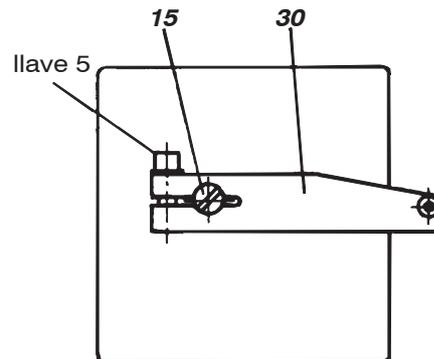

Fig. 16: Sujeción del balancín en el posicionador
- e) Fijar el balancín 30 para accionamiento orientable sobre el árbol de traspaso 15 como demostrado en la fig. 16.